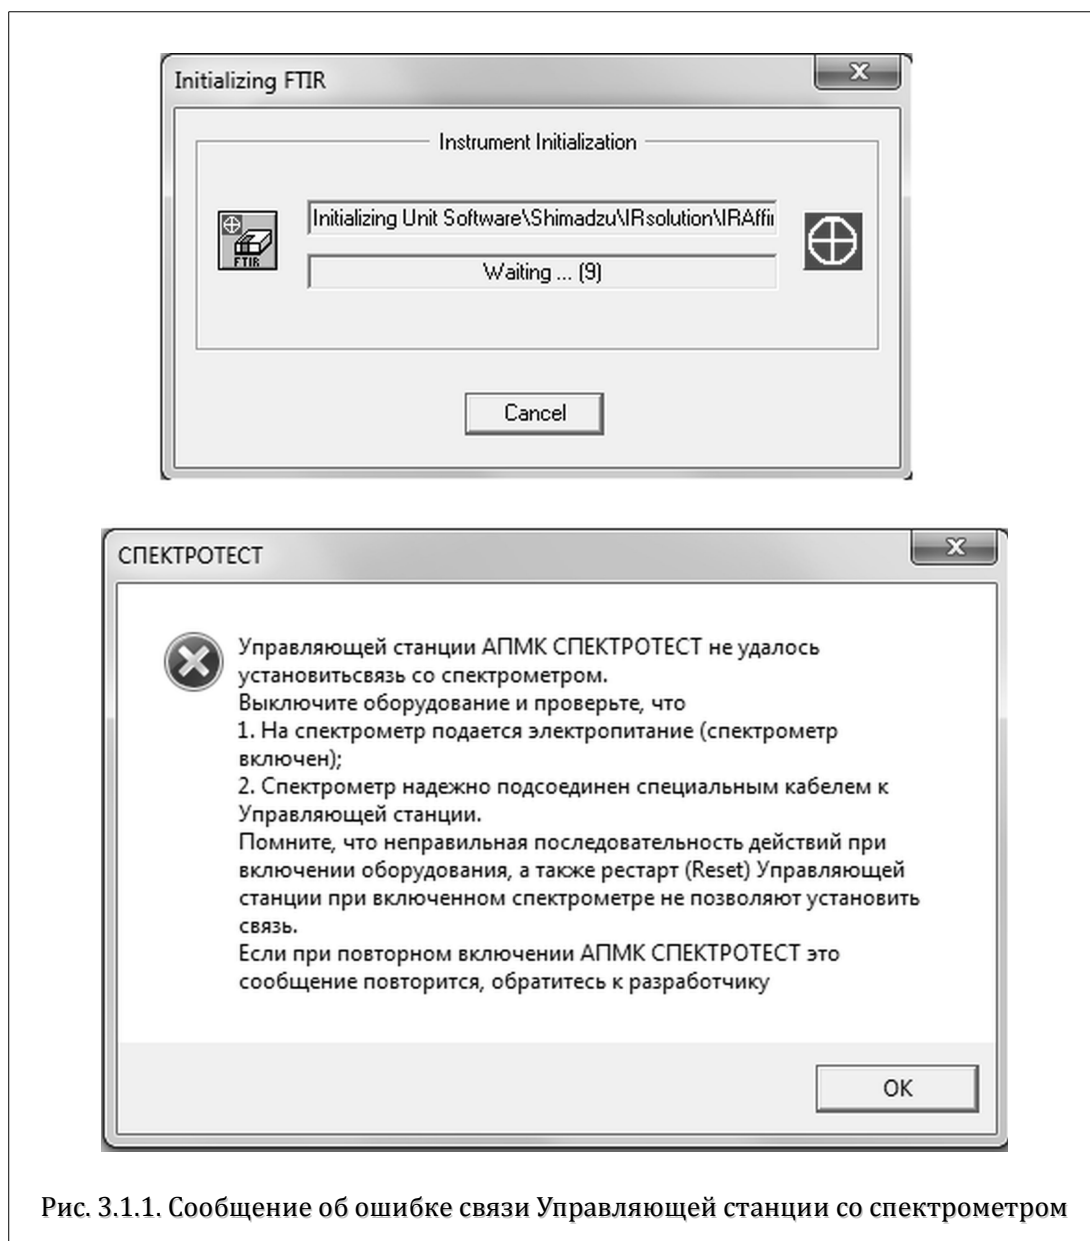

Рис. 3.1.1. Сообщение об ошибке связи Управляющей станции со спектрометром
ВНИМАНИЕ! Если вместо Панели запуска АПМК «Спектротест» Вы видите окно, изображенное на Рис. 3.1.1, обратитесь к п.3.1 настоящего Руководства.
При отсутствии связи спектрометр – Управляющая станция в момент запуска вместо Панели запуска АПМК «Спектротест» последовательно появятся сообщения, изображенные на Рис. 3.1.1.
- в окне, изображенном на Рис. 3.1.1 нажмите «ОК»;
Если Управляющая станция системы «Спектротест» опять не может установить связь со спектрометром и на экран будет выдано сообщение, изображенное на Рис. 3.1.1, то выключите систему «Спектротест» и обратитесь к Разработчику.